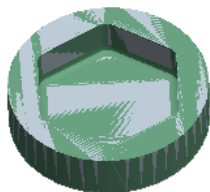

图 3.3.2 制造模型
Step2. 在工具栏中单击“打开”按钮,从弹出的“文件打开”对话框中,选取三维零件模型——local_milling.asm 作为制造零件模型,并将其打开。此时工作区中显示图 3.3.2 所示的制造模型。